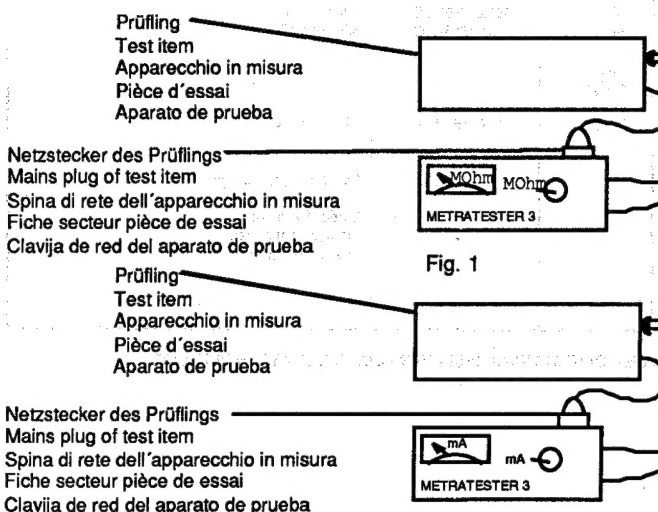

Fig. 1
Meßzeit:  $\geq 1 \text{ s}$  (Fig. 1)
Measuring time:  $\geq 1 \text{ s}$ , (Fig. 1)
Tempo di misura:  $\geq 1 \text{ s}$  (Fig. 1).
**Observations:** L'isolation des appareils de la classe II, de part leur conception (résistance de décharge), peut être inférieure à  $< 2 \text{ M}\Omega$ , (Fig. 1).